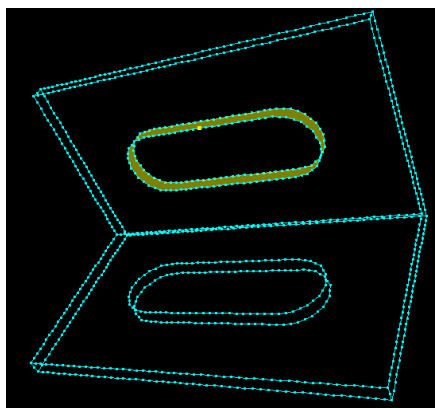

図 6 境界条件設定画面
- c) 図 6 に示す面を選択し、「BC」→「Add Load」をクリック。